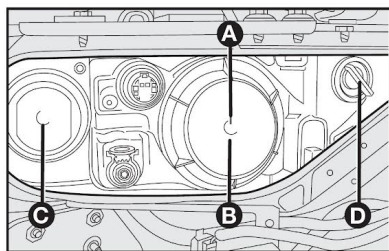

fig. 16
### GRUPOS ÓTICOS DIANTEIROS - fig. 16
- Remover a tampa **C-fig. 16** girando-a no sentido anti-horário;
- Montar a tampa **C-fig. 16** assegurando-se do correto bloqueio.
- Remover a tampa **A-fig. 16** girando-a no sentido anti-horário;
- Montar a tampa **A-fig. 16** assegurando-se do correto bloqueio.